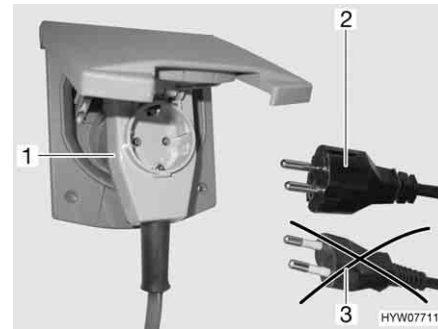

Bild 95 Anschluss an eine Winkel-
- ▶ Bei Verwendung einer CEE 17 Winkelkupplung mit rückseitig eingebauter Steckdose (Bild 95,1) nur einen gummierten und versiegelten IP 44 Stecker mit Schutzkontakt (Bild 95,2) verwenden. Keine Stecker ohne Schutzkontakt (Bild 95,3) verwenden. Gefahr eines Stromschlages!